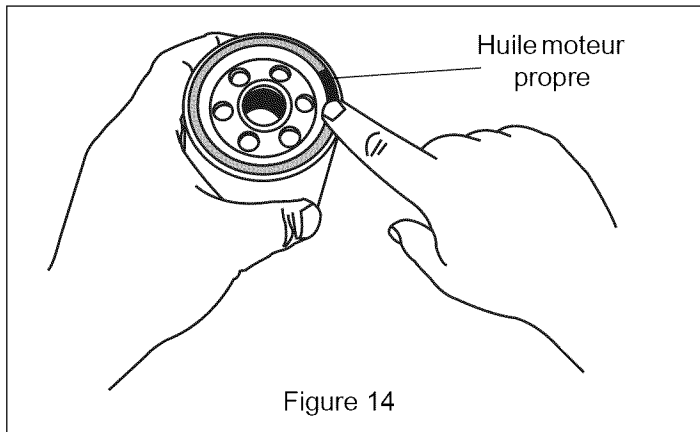

Figure 14
4. Appliquer une fine couche d'huile moteur propre sur le joint du filtre neuf, voir figure 14.